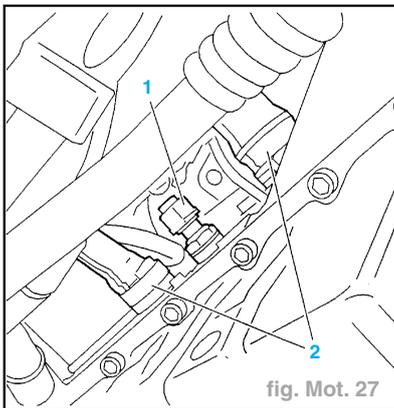

fig. Mot. 27
- l'échangeur thermique (2).
- la cartouche de filtre à huile (1).
- Reconnecter le manocontact (3).
- Accoupler la durit (4).
- Désaccoupler les durits (2) ; à l'aide d'une pince à collier (sur véhicules avec réfrigération) (fig. Mot. 27).
- Déconnecter le manocontact (1).
- Déposer le manocontact de pression d'huile (1).